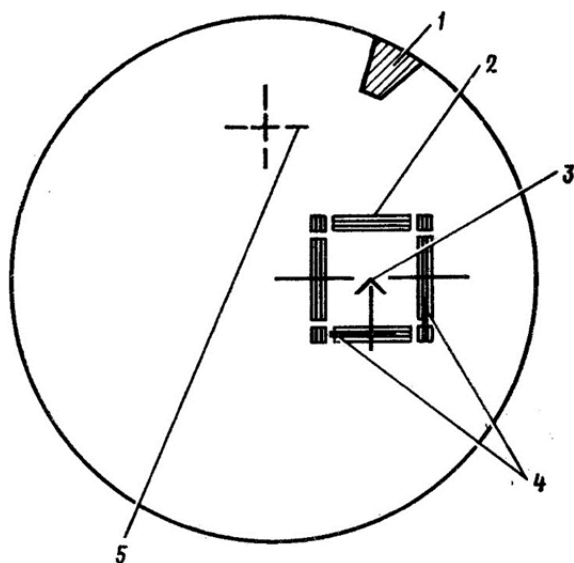

Рис. 2.46. Вид поля зрения дневного режима работы ППН 1К13 при выверке:
– наблюдая в окуляр и вращая винты выверки по высоте и направлению, расположенные на нижней крышке БОМ, точно совместить углы светящегося выверочного квадрата 2 (рис. 2.46) с выверочными штрихами 4, расположенными около прицельной марки; установить рукоятку ВЫВЕРКА ПУ в положение ОТКЛ.